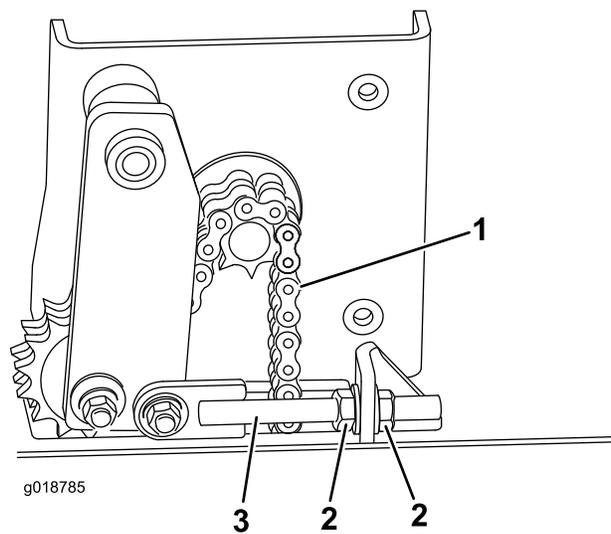

Figure 22
3. Pour augmenter la tension sur la chaîne, serrez l'écrou latéral de tension jusqu'à obtention de la tension recherchée (Figure 22).
2. Desserrez l'écrou de blocage sur la tige de tension (Figure 22).